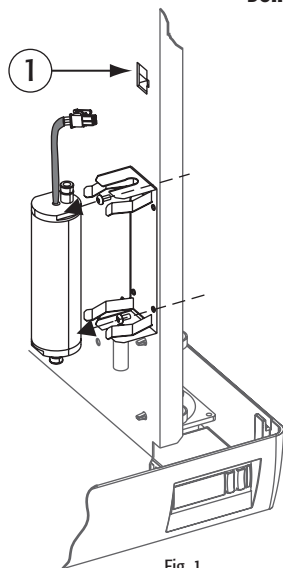

Fig. 1
1. Disconnect the cable from the level sensor. Disconnect the water hoses. Release the level sensor from the partition in the structure (Fig. 1) and cut the level sensor hose in the unit near the inlet to the manifold, making sure to leave a section inserted in the connector that is the same length as the connector itself (Fig. 2 point 1).
- complete the operations shown in Figs. 1 and 2;
Se i collegamenti del sensore di livello sono come al punto 1 in Fig. 1 procedere come segue:
Sconnettere il cavo dal connettore Q (1), posto sul divisorio della macchina. Tagliare il tubo del sensore di livello in prossimità dell'imbocco del collettore avendo cura di lasciarne uno spezzone inserito nel collettore della stessa lunghezza del collettore stesso (Fig. 3 punto 4 e 5). Togliere la staffa di fissaggio svitando le viti (Fig. 1);